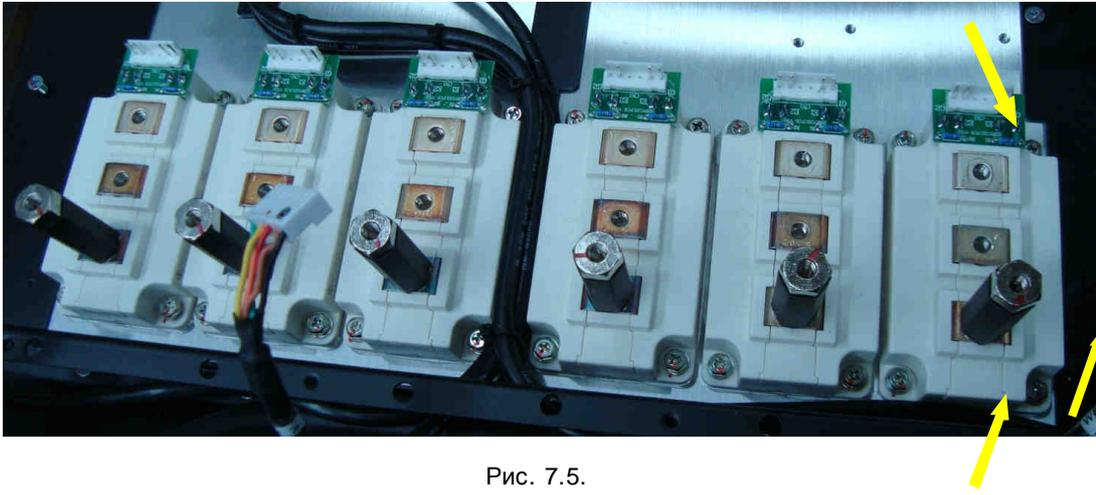

Рис. 7.5.
7.2.5. Протереть радиатор в месте установки модуля салфеткой, смоченной СБС. Установить модуль IGBT, совместив крепежные отверстия модуля с резьбовыми отверстиями радиатора, и слегка притереть к радиатору. Вкрутить четыре винта крепления каждого модуля IGBT и шестигранную стойку (рис. 7.5).